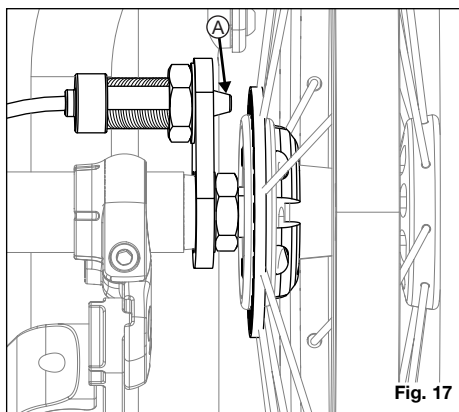

Fig. 17
2. Kontroller visuelt at navlåsboltene er helt trukket tilbake fra navlåsplaten (fig. 17:A).